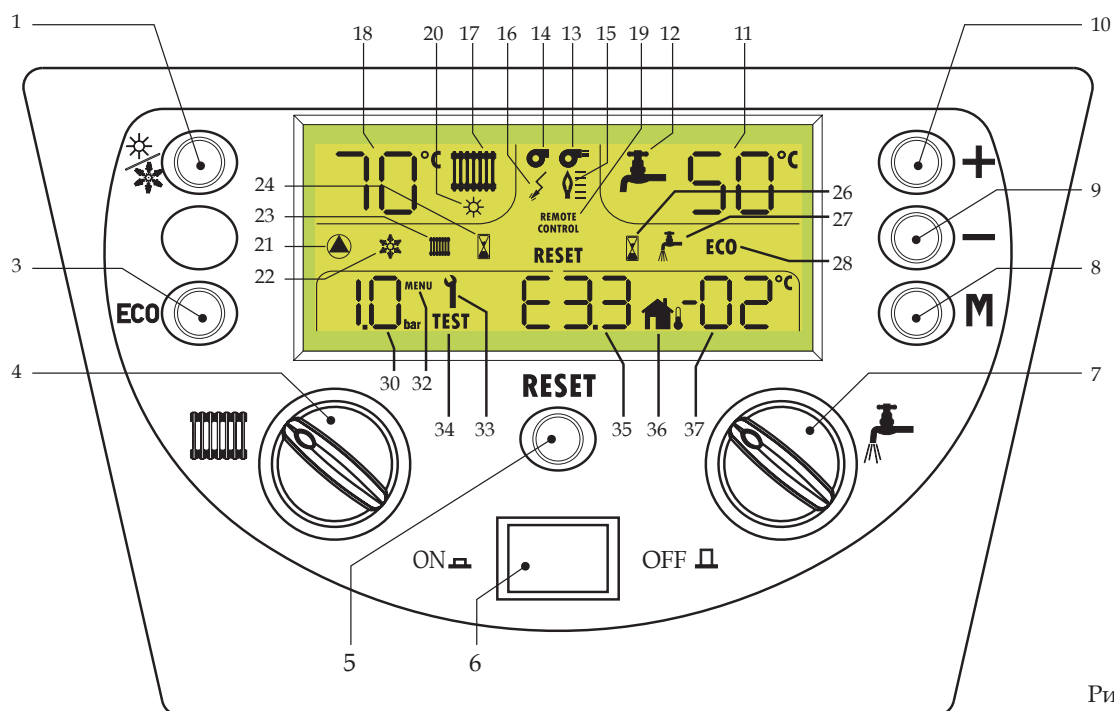

Рис. 1
Для включения/отключения режима Комфорт достаточно нажать клавишу 3 (ECO - 3 рис. 1). Когда включен режим Комфорт, надпись ECO исчезает с дисплея.
Для восстановления рабочего режима - нажать клавишу 5 (Сброс (Reset) - рис. 1).
- На **ж** клавишу ВКЛ/ВЫКЛ (ON/OFF) (см. рис. 1)
На **ж** клавишу ВКЛ/ВЫКЛ (ON/OFF) (см. рис. 1)
Для выбора одного из двух режимов достаточно нажать клавишу 1  (рис. 1).